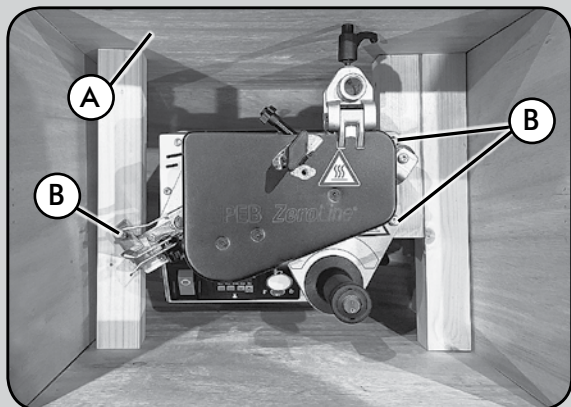

Fig. 1
- Dévissez et retirez les 3 vis B (Fig. 1) à l'aide d'un tournevis cruciforme, de l'intérieur de la boîte A (Fig. 1) (gardez-les pour une utilisation ultérieure).